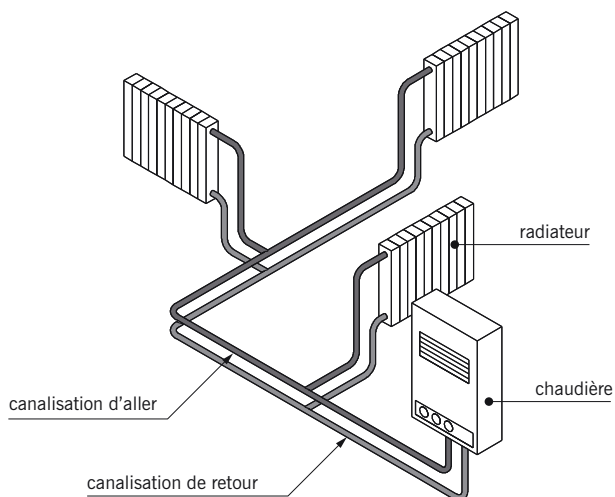

fig. 17.26
■ La distribution bitube (fig. 17.26) : réseau d'alimentation en eau des radiateurs comprenant :